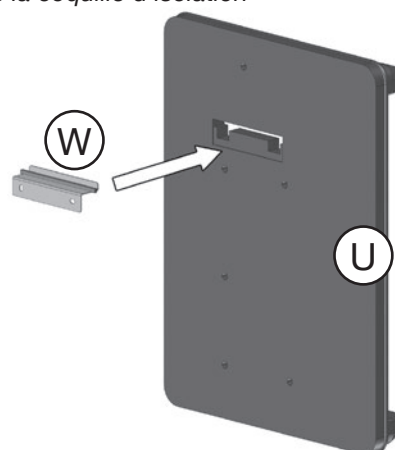

Fig. 4.2: Introduire l'équerre murale dans la partie arrière de la coquille d'isolation
4. Introduire l'équerre mural (W) du verso dans la partie arrière de la coquille d'isolation (U) (Fig. 4.2).